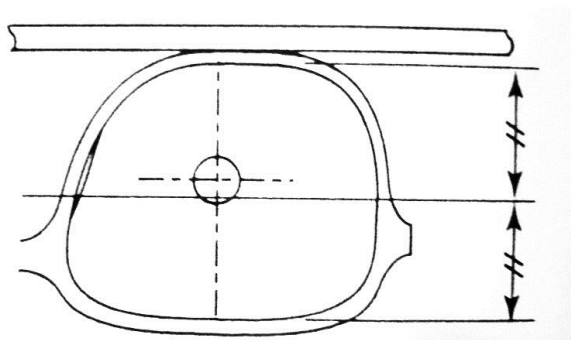

рис.28
- 2) Разместите среднюю (зону прогрессии) на месте для измерений. Разместите нижний центр линзы на месте для измерений. (рис.28)